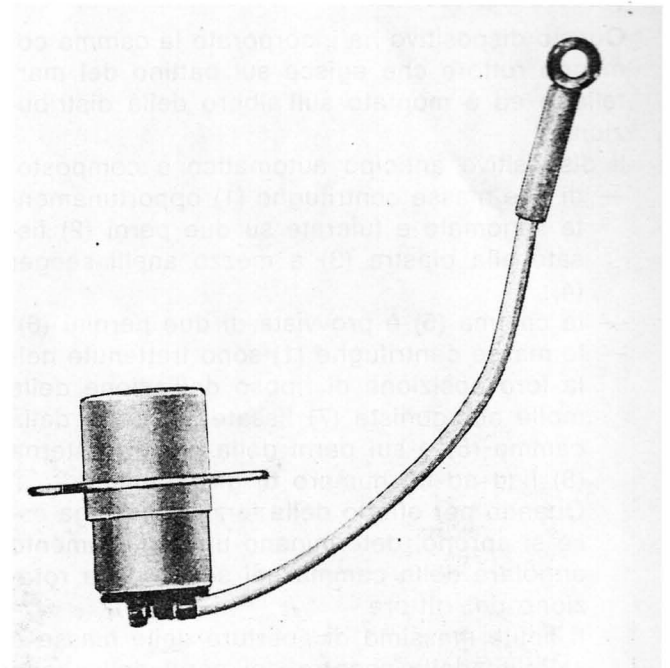

Fig. 110
**CONDENSATORE** (vedere fig. 110)